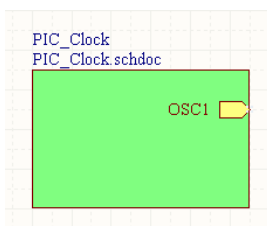

图 4.7 布置的子图端口
(16) 在“Sheet Entry”对话框的“Name”编辑框中输入“XTAL1”，作为子图入口的名称。
(17) 在“I/O”Type 下拉列表中选择“Output”项，将子图入口设为输出口，单击“OK”按钮。
(18) 在“Clk”子图符号靠近 PIC 单片机元件的一侧单击鼠标，布置一个名为“OSC1”的子图输出口，如图 4.7 所示。